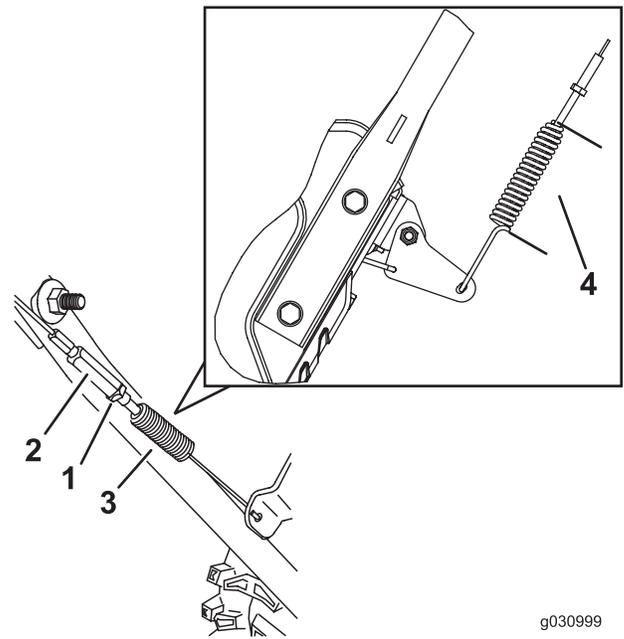

Figure 35
3. Desserrez ou serrez le tendeur pour régler la longueur du ressort à 5,5 cm (2,18 po), comme montré à la Figure 35.
4. Serrez l'écrou de blocage (Figure 35) en vérifiant que le câble est légèrement tendu.